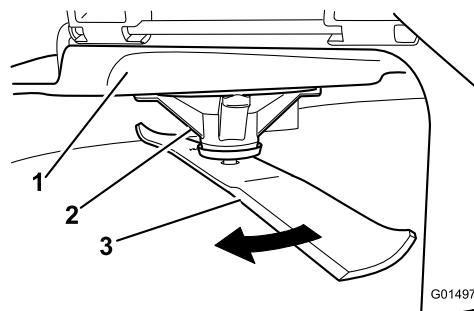

Figura 52
2. Llevando guantes fuertemente acolchados u otro tipo de protección apropiada para las manos, gire la cuchilla lentamente hasta una posición que permita medir la distancia entre el filo de corte y la superficie nivelada en la que descansa la máquina (**Figura 52**).